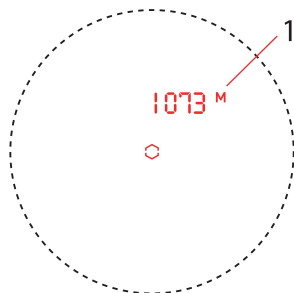

Abbildung 1
Richten Sie das Gerät im Entfernungsmessmodus auf Ihr Ziel und drücken Sie die Ein/Aus/Messen-Taste (6). Der geradlinige Abstand zum Ziel [1] wird angezeigt (Abb. 1).
En el modo Medición de distancias, apunte el dispositivo al objetivo deseado y presione el botón encender/apagar/medir (6). Se mostrará la distancia en línea recta hasta el objeto de medición (Fig. 1).